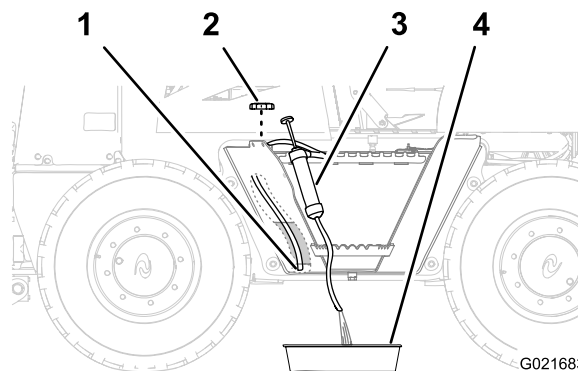

Bild 54
1. Nehmen Sie den Tankdeckel vom Kraftstofftank ab (Bild 54).
2. Verlegen Sie den Zulaufschlauch des Absauggeräts durch den Füllstutzen des Kraftstofftanks zur Unterseite des Kraftstofftanks (Bild 54).
3. Leiten Sie den Auslaufschlauch des Absauggeräts in eine Auffangwanne (Bild 54).
6. Schrauben Sie den Tankdeckel auf den Füllstutzen des Kraftstofftanks (Bild 54).